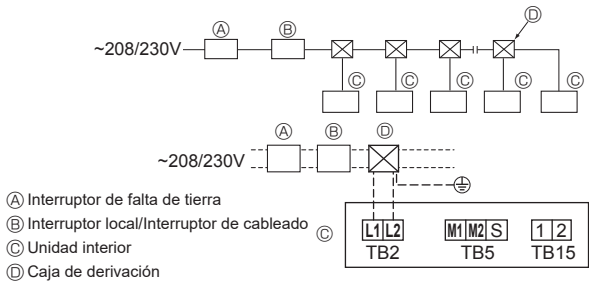

Fig. 4-7
4.3. Cableado de alimentación (Fig. 4-7)
- Adjunte la etiqueta del disyuntor ⑦ y explíquelo a los clientes.